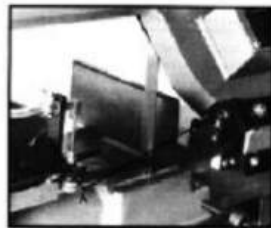

Fig.4
2. Coloque la escuadra de maquinista sobre la mesa junto a la hoja como fotografiado en la Fig.4.
5. Apriete los pernos (A).